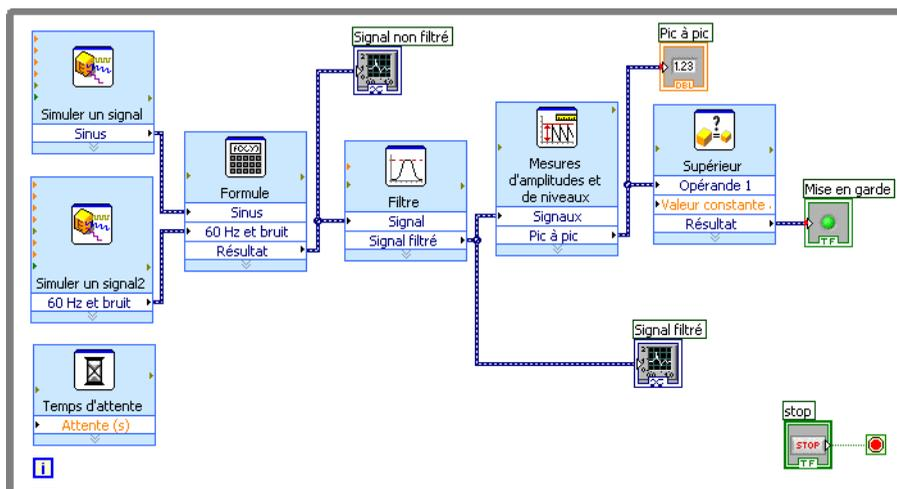

Figure 3-5. Diagramme du VI Voyant de mise en garde
1. Sur le diagramme, déplacez le terminal **Mise en garde** à droite du VI Express Supérieur. Assurez-vous que le terminal **Mise en garde** se trouve à l'intérieur de la boucle While, comme l'illustre la figure 3-5.
Le diagramme devrait ressembler à la figure 3-5.